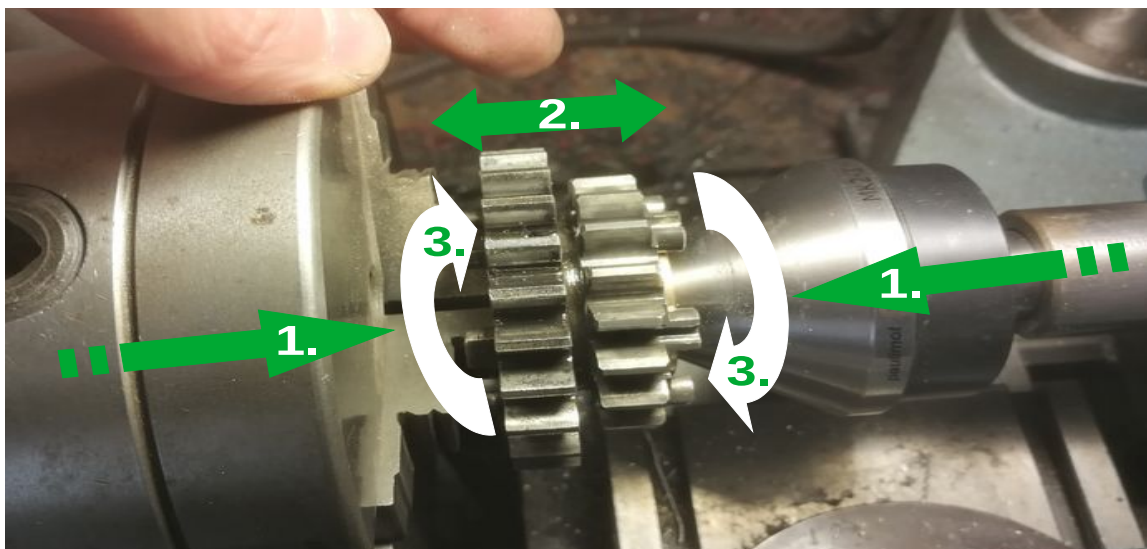

Abbildung 17: Kontrolle Lagerspiel im eingespannten Zustand (links Anlaufscheibe nicht zu sehen); 2. Gangräder Längsspiel; 3. leichtes Drehen auf Buchse
- Kontrolle auf leichtes Drehen und Längsspiel (0,1mm mit Fühlerlehre zwischen 2.&3. Gangrad), ggf. Lagerbuchse nacharbeiten (siehe Abb. 17 & Tipp zur Farbkennzeichnung in Abb. 24)